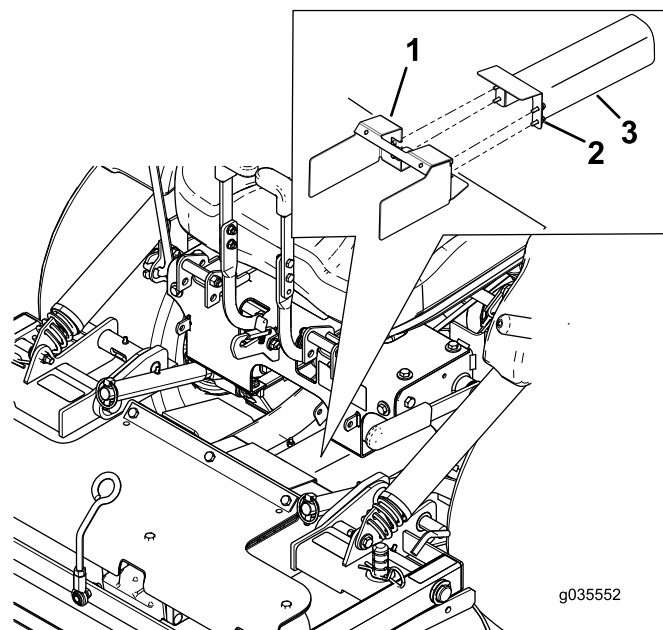

Figura 20
4. Allentate i bulloni e rimuovete le protezioni in metallo illustrate nella Figura 20.
2. Montate le protezioni in metallo e i bulloni come illustrato nella Figura 20.